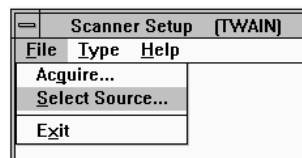

Figura 13: Configuração do scanner
5. Seleccione 'Select Source...'. Veja a figura 13.